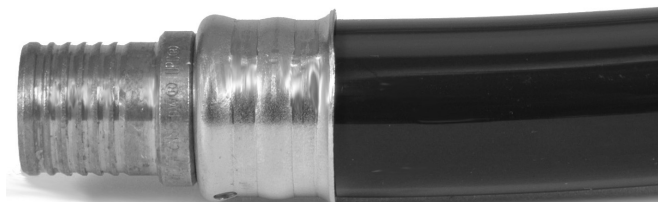

Figura 3 – Acoplamiento engarzado correctamente
1. Revise la unión sellada (*Figura 3*). Fijese en lo siguiente :